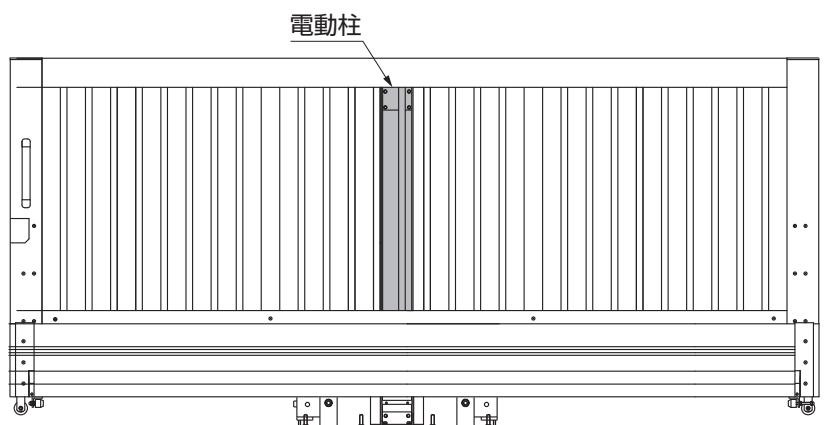

図9-2
- ② 調整を行なう側の本体ベースを電動柱に対して中央になるように戻してください。(図9-2参照)
- ③ 「ベースローラー取付ナット」を緩めて、ベースローラーの取付位置を本体パネルの通りが一直線になるように調整してください。
- ④ 緩めた「ベースローラー取付ナット」を確実に締めて固定してください。